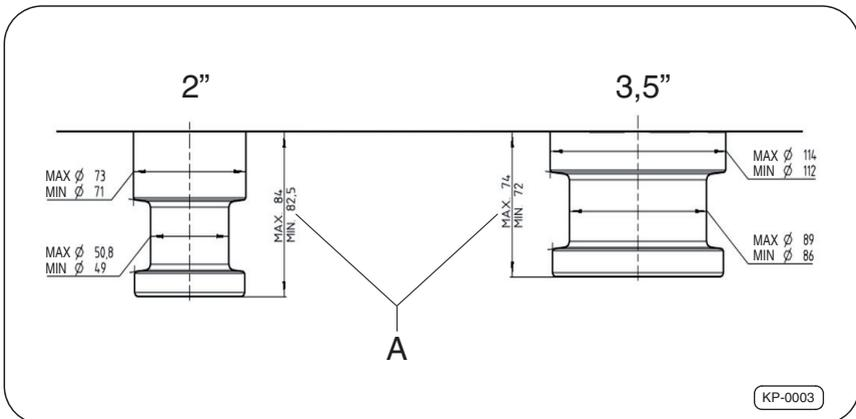

Abb. 11 · Verschleißkontrolle Zapfen
- 3 Die Höhe des Zugsattelzapfens muss sich im –Bereich A–, ⇒ Abb. 11 bei 2" von min. 82,5 mm und max. 84 mm und von min. 72 mm und max. 74 mm bei 3,5" ab Unterkante Auflieger befinden. Sind die Maße abweichend, ist der Zugsattelzapfen umgehend zu ersetzen ⇒ Seite 23.